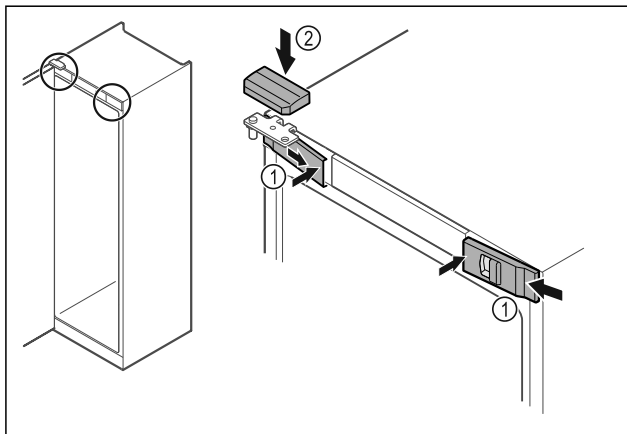

Fig. 42
- ▶ Vordere Abdeckungen Fig. 42 (1) seitlich einhaken und innen aufrasten.
- ▶ Obere Abdeckung Fig. 42 (2) von oben aufrasten.